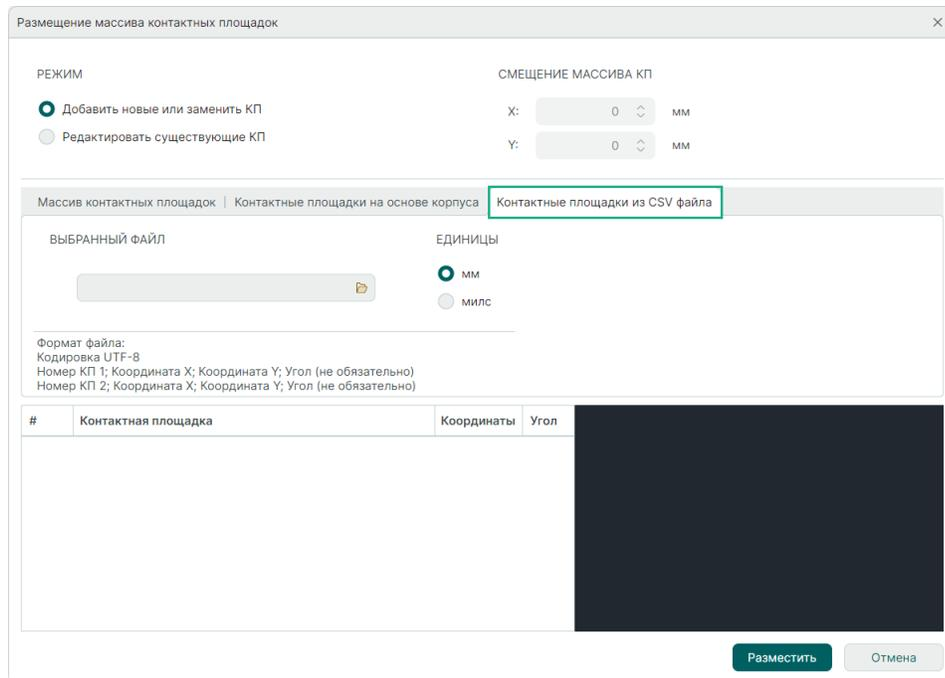

Рис. 106 Вкладка «Контактные площадки из CSV файла»
1. Перейдите на вкладку «Контактные площадки из CSV файла», см. Рис. 106.